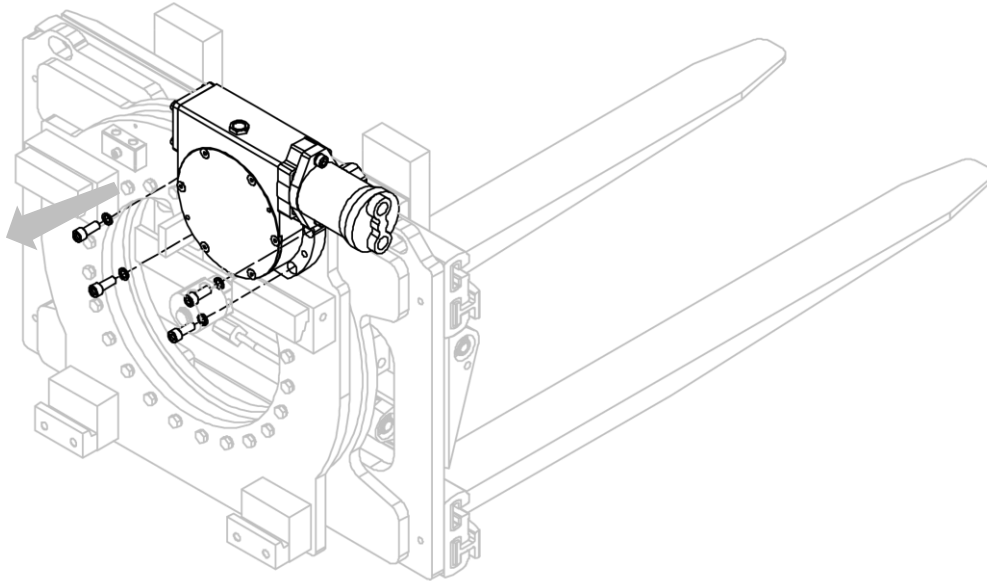

Figura 36
3. Rimuovere la coppia riduttore-motore dalla struttura dell'attrezzatura, dopo aver rimosso le relative viti (vedi *Figura 36*).